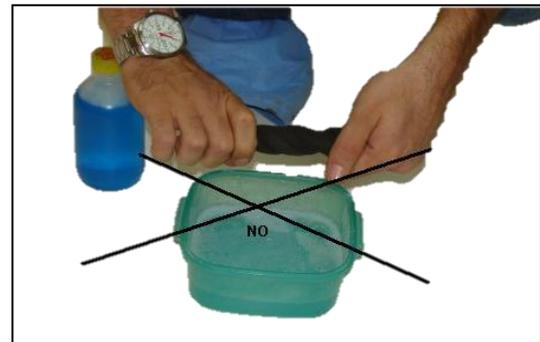

Fig. 8.64
- Nunca utilice torsión para escurrir el elemento filtrante, de esta manera se pueden ocasionar serios daños al elemento. **Fig. 8.64**